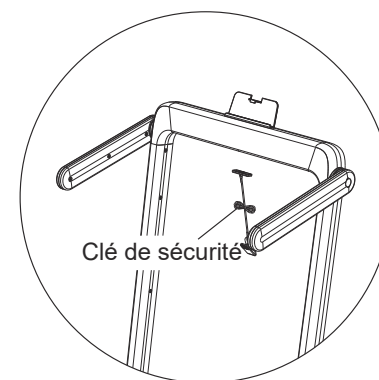

Figure 1
Pliez légèrement les genoux, puis penchez lentement votre corps pour détendre votre dos et vos épaules. Essayez de toucher vos orteils avec vos mains. Maintenez cette position pendant 10 à 15 secondes, puis relâchez. Répétez trois fois (voir figure 1)
2. Débranchez la clé de sécurité du tapis de course (comme sur la figure 1), tenez la télécommande et alignez-la avec la fenêtre d'affichage du tapis de course (comme sur la figure 2) dans les 10 secondes, et appuyez sur le bouton marche/arrêt de la télécommande pendant environ 3 secondes, puis le système affichera « didi... » 2 sons, au nom de la télécommande et du succès du jumelage du tapis de course, vous pouvez normalement utiliser la télécommande pour contrôler le tapis de course.